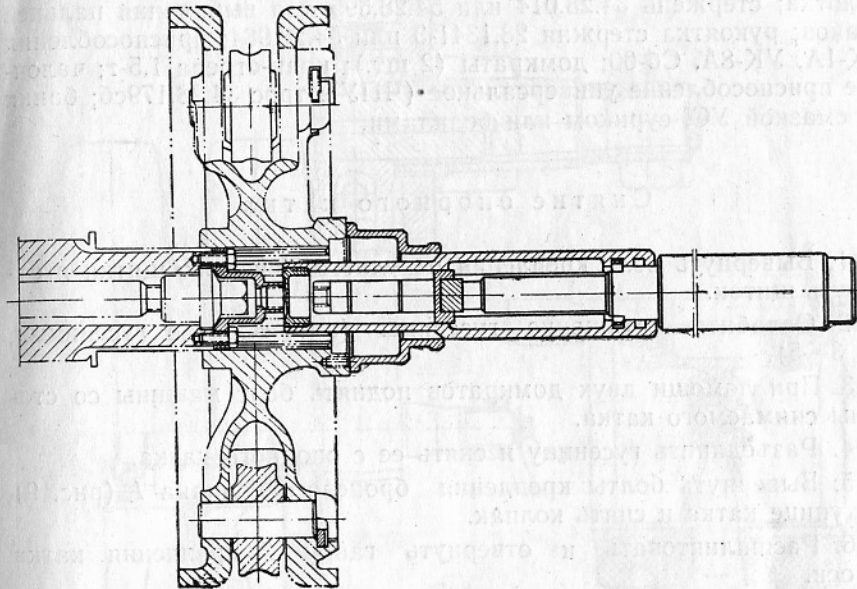

Рис. 8. Установка приспособления УК-8А для напрессовки ведущего колеса
2. Надеть ведущее колесо на шлицы ведомого вала бортовой передачи и установить (рис. 8) приспособление УК-8А.